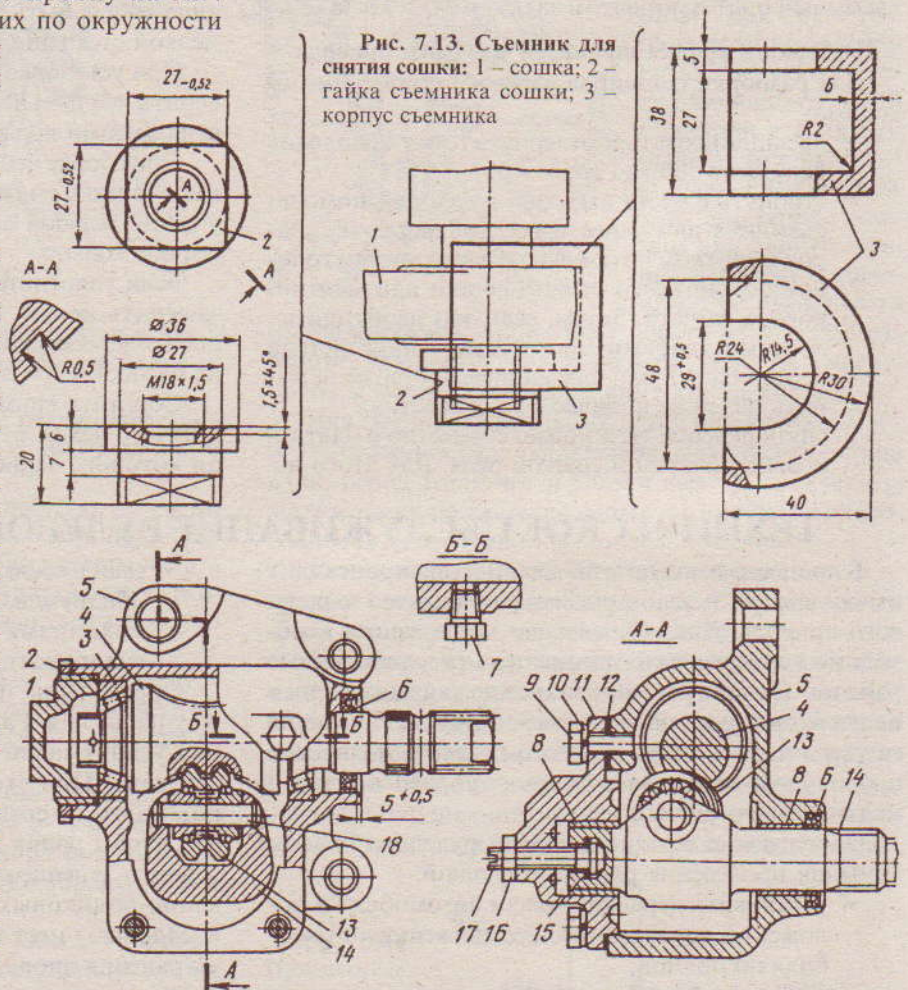

Рис. 7.13. Съемник для снятия сошки: 1 – сошка; 2 – гайка съемника сошки; 3 – корпус съемника
- ✓ навернуть на вал сошки гайку 2 (рис. 7.13) съемника, установить корпус 3 съемника, как показано, и, откручивая гайку 2, спрессовать сошку;